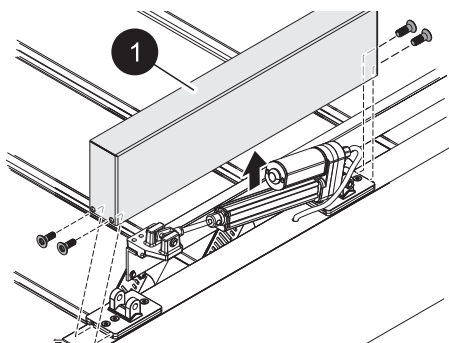

Fig. 21 : Enlever le couvercle de protection du moteur
4. Enlever le couvercle de protection du moteur principal (fig. 21/1).